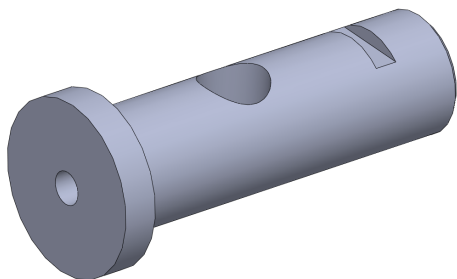

图 8-40 编辑草图定义效果
(4) 单击【确定】按钮，修改尺寸，退出草图绘制环境，即可编辑草图定义，效果如图 8-40 所示。